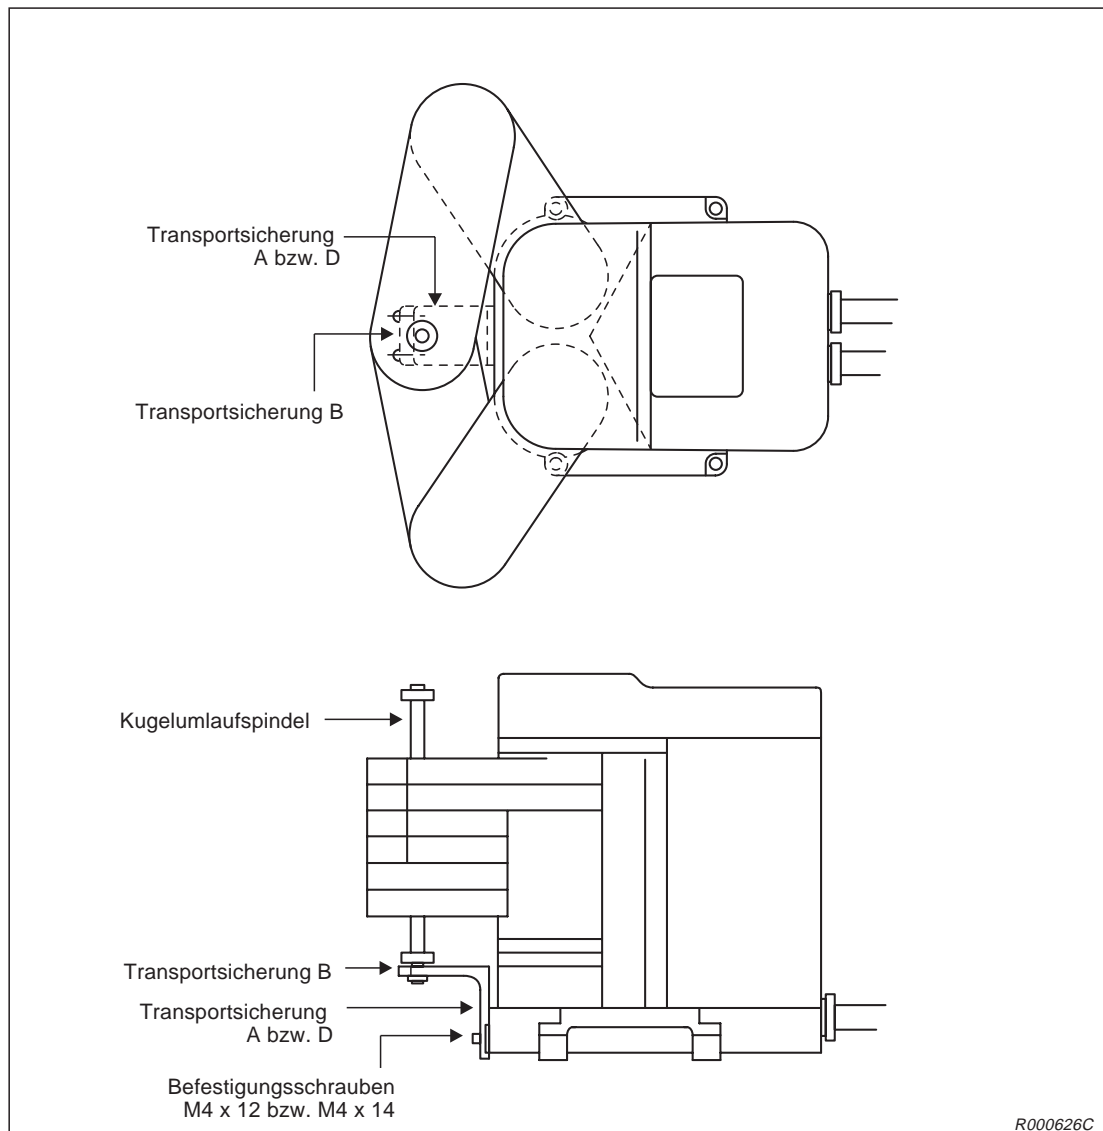

Abb. 3-6: Transportsicherungen des Roboters
①	<pre><MENU> 1 . TEACH 2 . RUN 3 . FILE 4 . MONI 5 . MAINT 6 . SET</pre>		Das Menü „MAINTENANCE“ wird ausgewählt.
②	<pre><MAINT> 1 . PARAM 2 . INIT 3 . BRAKE 4 . ORIGIN 5 . Power</pre>		Der Menüpunkt „ORIGIN“ wird ausgewählt.
③	<pre><ORIGIN> 1 . DATA 2 . MECH 3 . JIG 4 . ABS 5 . USER</pre>		Die Einstellmethode „3.JIG“ wird ausgewählt.
④	<pre><ORIGIN> SERVO OFF OK? (1) 1 : EXECUTE</pre>	  	Die Versorgungsspannung der Servoantriebe wird ausgeschaltet.
⑤	Nachdem die Versorgungsspannung der Servoantriebe abgeschaltet ist, wird das Menü zur Einstellung der Grundposition und zum Lösen der Bremsen angezeigt. Montieren Sie nun die Transportsicherung A bzw. D (siehe Abb. 3-6).
Befestigen Sie die Transportsicherung A (beim RP-1AH) bzw. D (beim RP-3AH/5AH) mit den Befestigungsschrauben (M4 x 12 bzw. M4 x 14) am Sockel des Roboters (siehe Abb. 3-6).
①	<pre><JIG> 12345678 BRAKE (11110000) SET AXIS(00000000) ORIGIN: NOT DEF</pre>		<p>Setzen Sie die Werte für die Achsen 1 bis 4 auf „1“, um die Bremsen zu lösen. Betätigen Sie dazu gleichzeitig die Tasten [+X] und [MOVE].</p>
②	<p>Führen Sie die Achse J4 nach Lösen der Bremsen in die V-förmige Ausnehmung der Transportsicherung A bzw. D und befestigen Sie die Transportsicherung B mit den beiden Befestigungsschrauben (M3 x 14). Diese Position ist die Grundposition (siehe Abb. 3-6).</p>
③	<pre><JIG> 12345678 BRAKE (11110000) SET JIG (11110000) ORIGIN: NOT DEF</pre>		<p>Betätigen Sie die [RPL↓]-Taste und geben Sie den Wert „1“ für die Achsen ein, für die der Nullpunkt gesetzt werden soll.</p>
④	<pre><JIG> 12345678 CHANGES TO ORIGIN OK? (1) 1 : EXECUTE</pre>		<p>Nach Betätigung der [INP]-Taste erscheint der Bestätigungsbildschirm. Geben Sie eine „1“ und bestätigen Sie erneut. Die Grundposition wird gesetzt.</p>